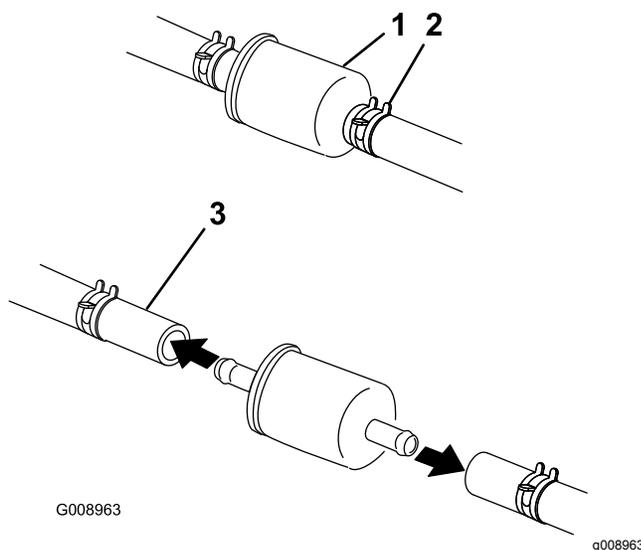

Рисунок 69
5. Замените топливный фильтр (Рисунок 69).